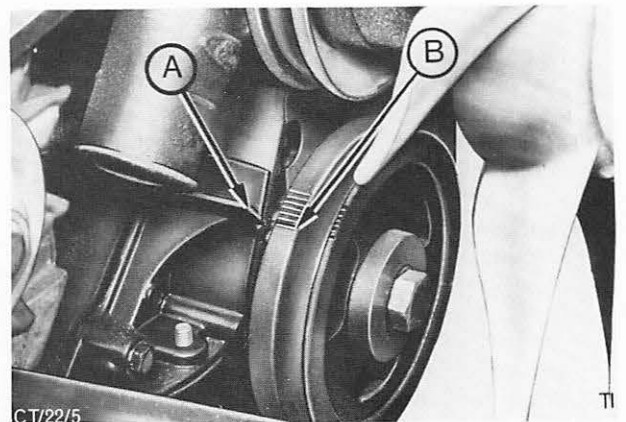

Abb. 19 Lage der Zündmarkierungen (OHC-Motor gezeigt)
16. Zündzeitpunkt und Zündverstellung prüfen. Abb. 19.